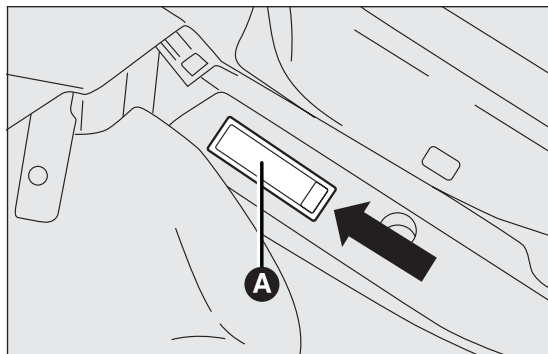

Abb. 122
- ☐ Mit dem mitgelieferten Schraubenzieher die Deckenleuchte A Abb. 122 herausziehen und auf den angegebenen Punkt Druck ausüben;